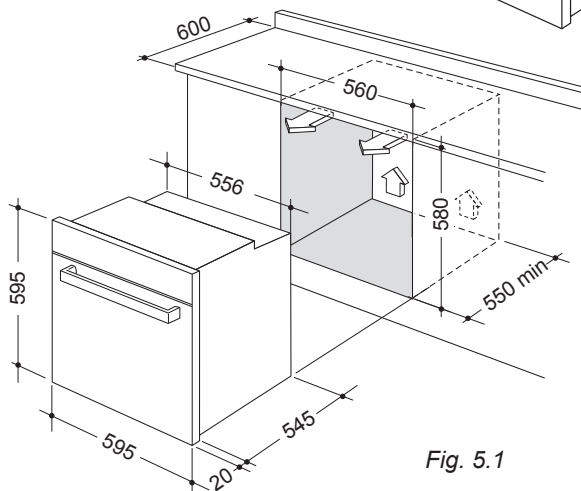

Fig. 5.1
- Per l'installazione é necessario creare un vano come illustrato nelle figure 5.1 e 5.2. La base del forno deve essere fatta appoggiare su dei supporti resistenti al peso.
È molto importante assicurare la necessaria ventilazione interna, creando dei canali di aerazione come illustrato nelle figure 5.1 e 5.2.